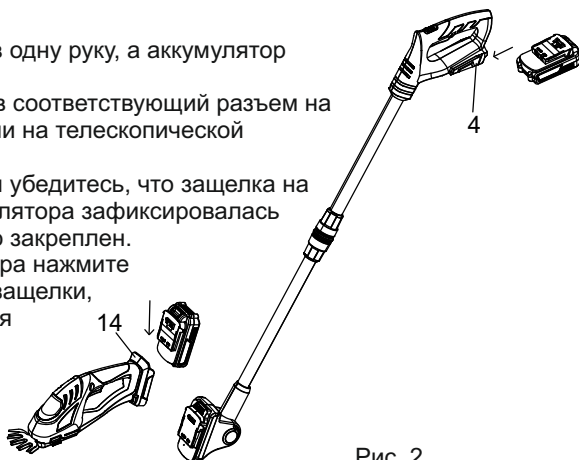

Рис. 2
- Вставьте аккумулятор в соответствующий разъем на рабочем органе (14) или на телескопической штанге (4) (рис. 2).